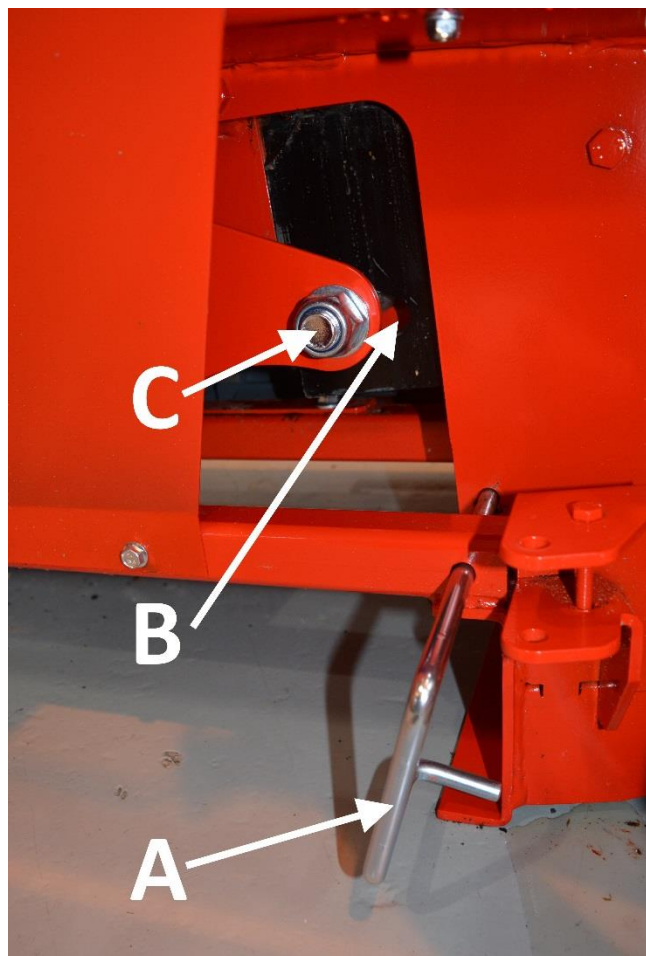

Bild 22. Byta klyvbett
1. Dra ut låsstäng A, som visas i bild 22. Lossa klyvbettet till dess låga läge, vilket frigör axel C från bladspår B.